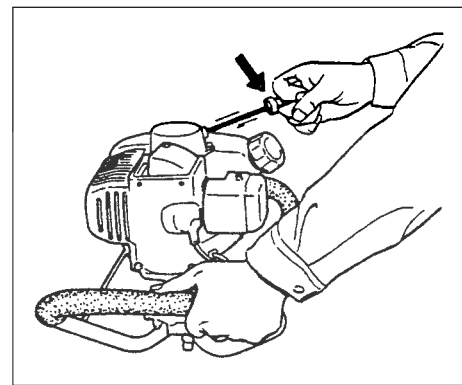

Fig. 2-4
4. Tirer vivement sur la corde du lanceur, en faisant attention de bien tenir la poignée sans la laisser se détacher brusquement. (Fig. 2-4)